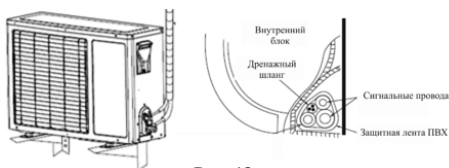

Рис. 18
- Обмотку следует начинать от нижней части наружного блока к внутреннему блоку (рис.18).